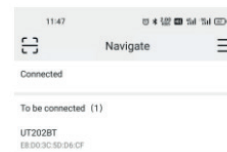

Рисунок 14
- а. Коротко нажмите кнопку , чтобы включить Bluetooth на UT202BT. Если UT202BT не подключён к приложению, на экране загорится мигающий символ Bluetooth. Откройте приложение iDMM2.0 на телефоне и перейдите к интерфейсу поиска. Приложение автоматически найдёт UT202BT по Bluetooth. После появления модели в списке (см. рис. 14), выберите "UT202BT" для подключения. Альтернативно можно отсканировать QR-код на корпусе прибора. После подключения на дисплее постоянно отображается значок Bluetooth. Далее становятся доступными функции: передача данных, отображение значений, управление кнопками и другие операции между iDMM2.0 и UT202BT.